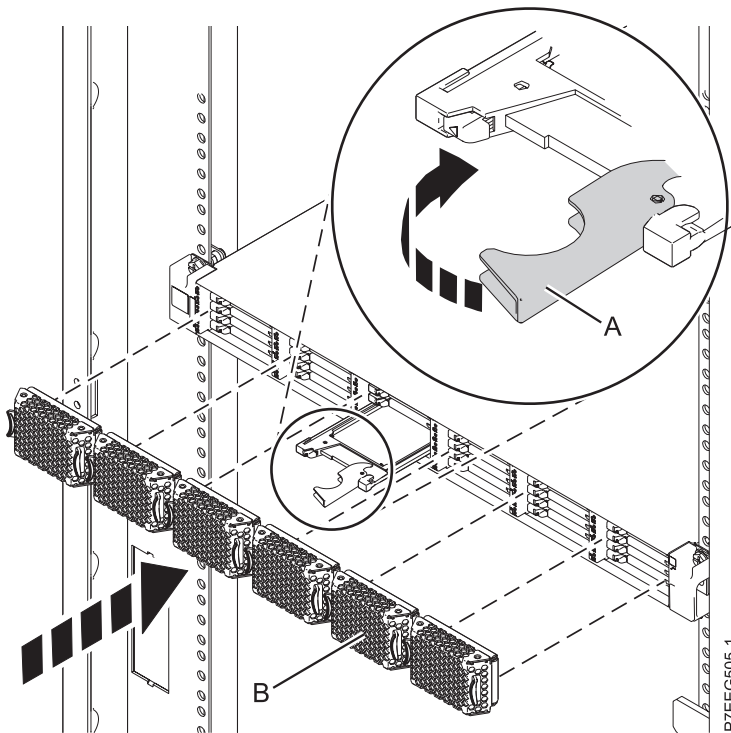

Figure 22. Remplacement d'une unité SSD dans le boîtier de stockage PCIe 58/88.
4. Lorsque le voyant d'identification de l'unité SSD reste fixe, faites glisser complètement l'unité SSD dans le boîtier de stockage PCIe 58/88 jusqu'à ce qu'il soit complètement encastré. Puis tournez la poignée (A) pour la mettre en position verrouillée. Pour plus d'informations, voir figure 22, à la page 38.
6. Installez le panneau (B).